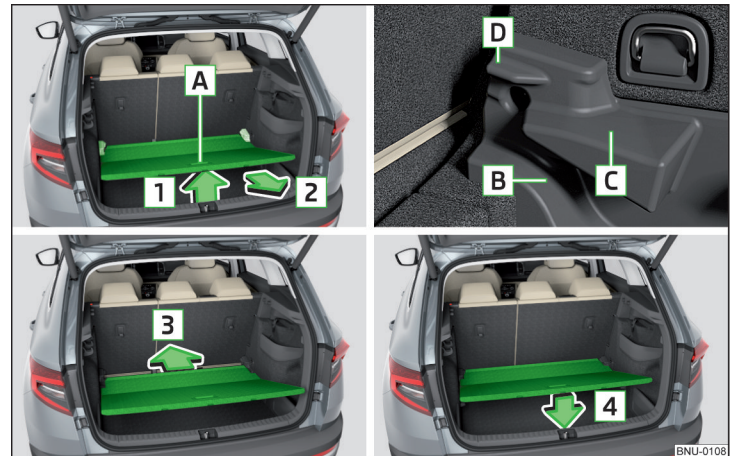

Abb. 146 Variablen Ladeboden einstellen
- » Den variablen Ladeboden am Griff **A** in Pfeilrichtung **1** anheben und teilweise in Pfeilrichtung **2** verschieben » Abb. 146.